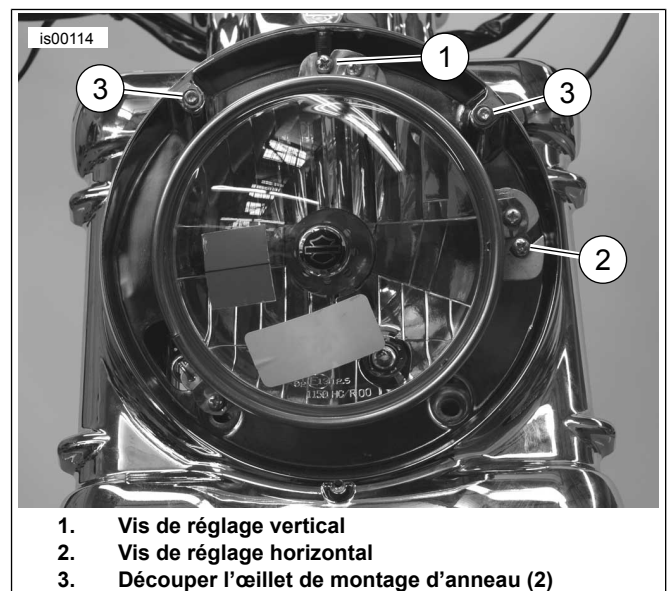

Figure 8. Réglage du phare
- a. Voir Figure 8. Relever ou abaisser le faisceau de phare selon les besoins en tournant la vis de réglage vertical (1). Tourner la vis dans le sens horaire pour relever le faisceau et dans le sens antihoraire pour abaisser le faisceau.
- b. Régler le faisceau de phare vers la gauche ou vers la droite selon les besoins en tournant la vis de réglage horizontal (2). Tourner la vis dans le sens horaire pour régler le faisceau vers la droite et dans le sens antihoraire pour le régler vers la gauche.